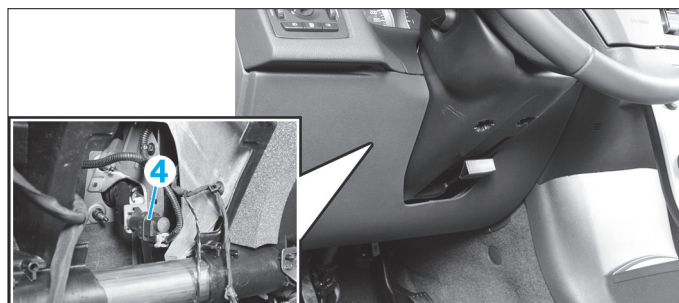

FIG. 16
- le capteur de position de la pédale d'embrayage (4) (Fig.16).